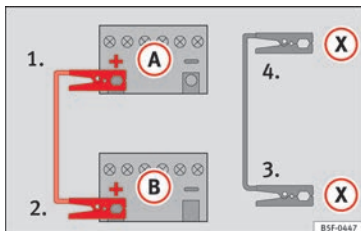

Fig. 134 Esquema de ligação para veículos com sistema Start-Stop.
- **Em veículos com sistema Start-Stop:** ligar uma extremidade do cabo *preto* de emergência (X) a um terminal de massa adequado, a uma peça de metal maciça que esteja aparafusada ao bloco do motor, ou ao próprio bloco do motor » » Fig. 134.
5. Ligue a outra extremidade do cabo *preto* de emergência (X), no veículo com a bateria descarregada, a uma peça de metal maciça que esteja aparafusada ao bloco do motor ou ao próprio bloco do motor, mas o mais afastado possível da bateria (A).